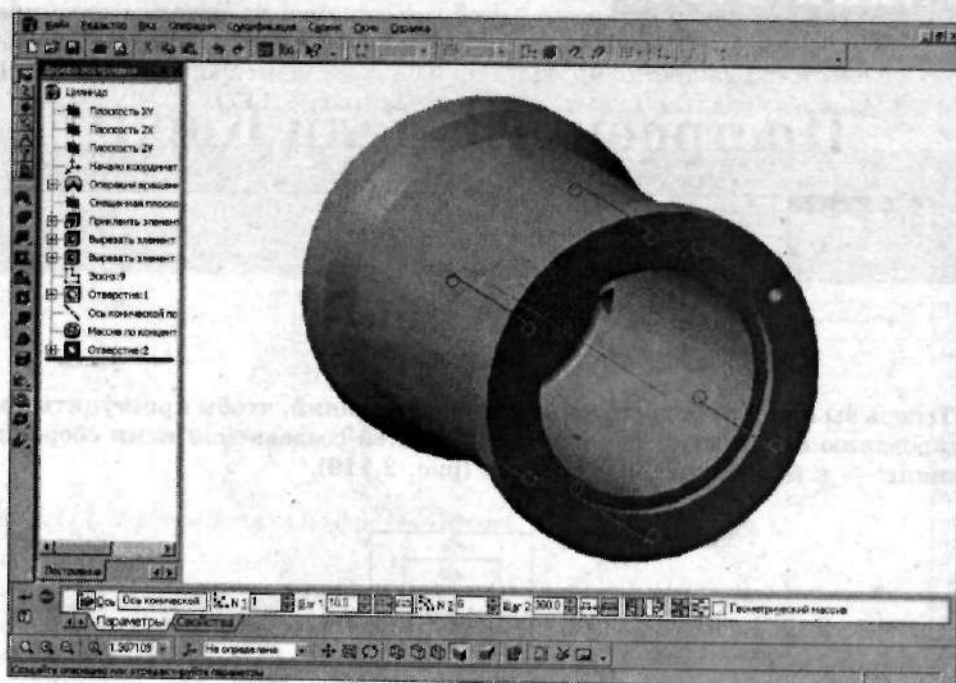

Рис. 2.118. Фантом отверстий в Цилиндре
17. Щелкните по кнопке **Массив по концентрической сетке**, расположенной на панели **Редактирование детали** (предварительно развернув деталь так, чтобы вам с ней было удобно работать), выделите отверстие в детали и ось в **Дереве построений** (она была построена для создания предыдущих отверстий, но и подойдет для этого случая), выберите количество отверстий равное 6. Отобразится фантом создаваемых отверстий (рис. 2.118), щелкните по кнопке **+** (Создать объект).